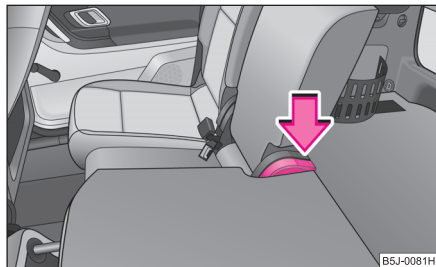

Fig. 57 Relver le dossier
- Appuyez sur la manette ⇒ fig. 57 et relevez le dossier. Assurez-vous que le dossier du sige est correctement bloqu.